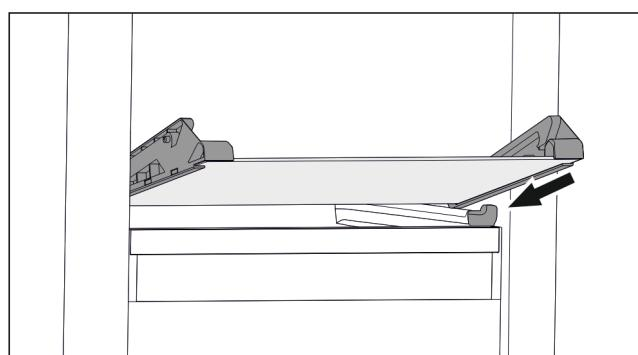

Fig. 132 Steklena plošča nagibnega predala
- ▶ Stekleno ploščo postavite v pošeavnem položaju za zaustavljalniki. (glejte Fig. 132)